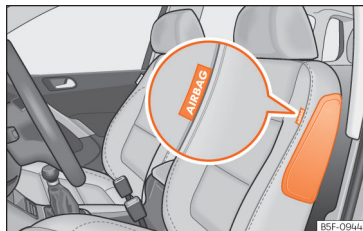
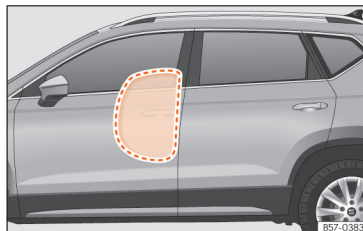

Рис. 31 Бокова подушка безпеки в спинці сидіння водія.
Рис. 32 Повністю надута бокова подушка безпеки з лівого боку автомобіля.
Бокові подушки безпеки розташовані у спинках передніх сидінь »» **рис. 31**, »» **рис. 32**.
- Пильнуйте, щоб діти правильно сиділи на своїх сидіннях і не тримали голову в зоні розкриття бокових подушок безпеки >>> **рис. 32**, адже в разі аварії подушки можуть спрацювати й завдати серйозних травм.